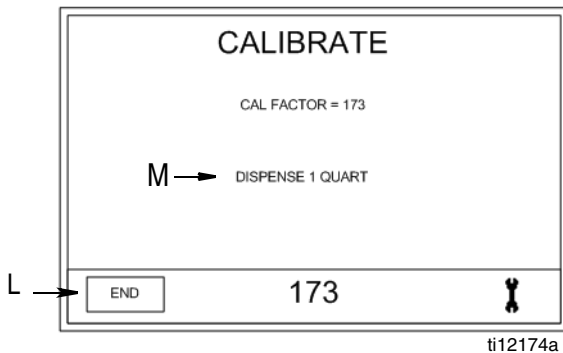

FIG. 14
Pantalla Calibrate (Calibrar) (FIG. 14)
1. Utilice las FLECHAS IZQUIERDA o DERECHA para colocar el cursor en el campo Factor de calibrado (K).
2. Utilice la FLECHA ARRIBA o ABAJO para aumentar o reducir manualmente el valor del factor de calibrado preajustado (esto sólo se puede hacer en la pantalla de calibrado 1 (FIG. 14).
3. Pulse el botón INTRO central para confirmar el nuevo valor. El nuevo valor aparecerá en el campo Cal Factor (Factor de calibrado) (J).
M. Dispense (Dispensado): sólo aparece en la pantalla 2 (FIG. 14). Se mostrará la cantidad dispensada por el operario durante la prueba de calibrado.
Recalibrado del contador (Fig. 14)
Consulte Fig. 14, página 16 para ver las pantallas de calibrado 1 y 2 mencionadas en las siguientes instrucciones.